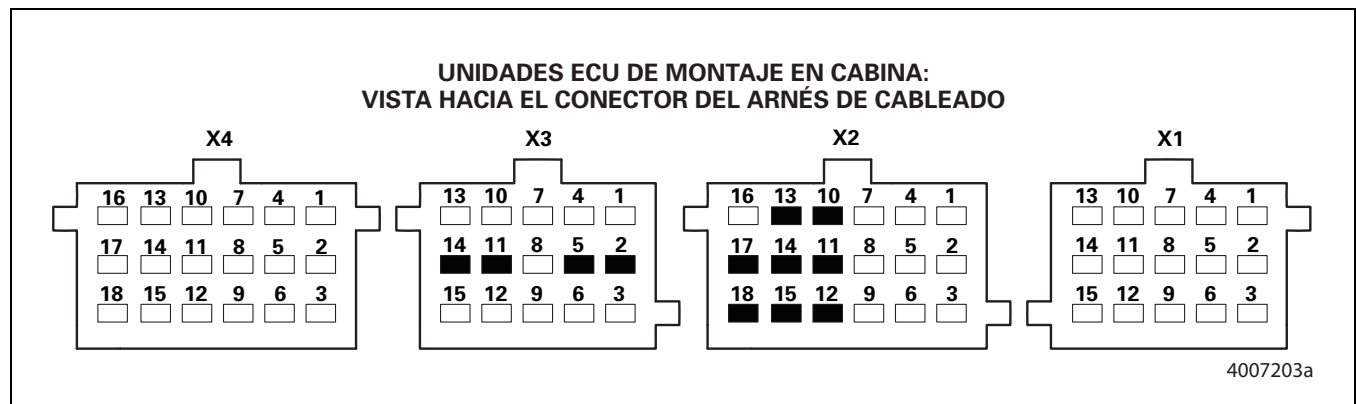
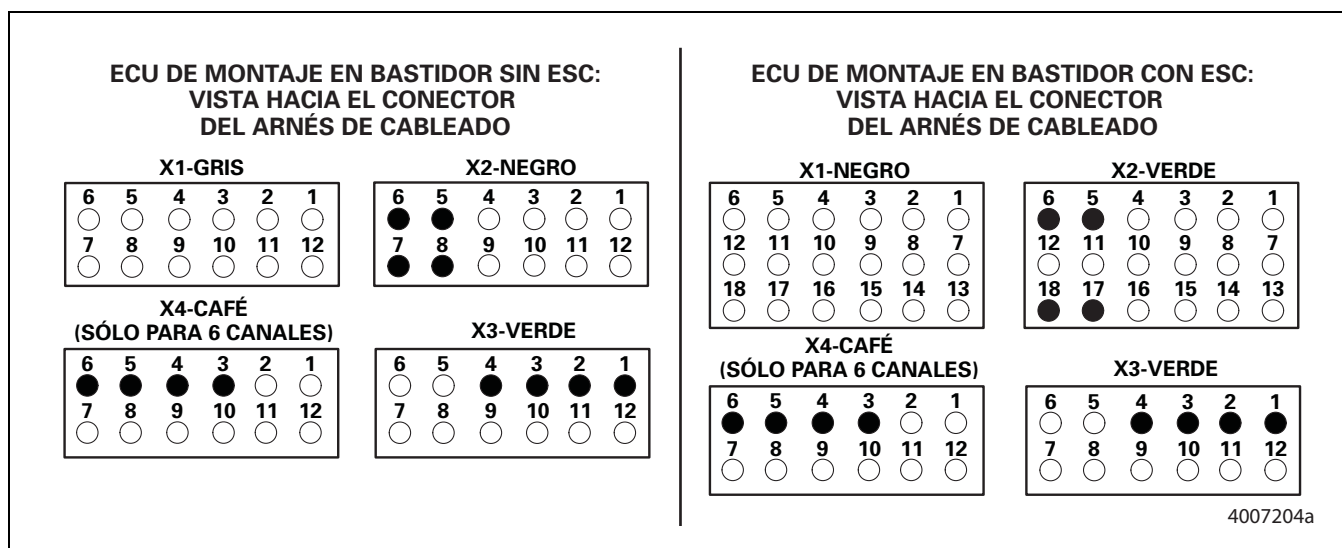

Figura 3.13
Figura 3.14
- Revisar el arnés y el sensor de la ECU, juntos para ver su resistencia. Figura 3.13 y Figura 3.14.